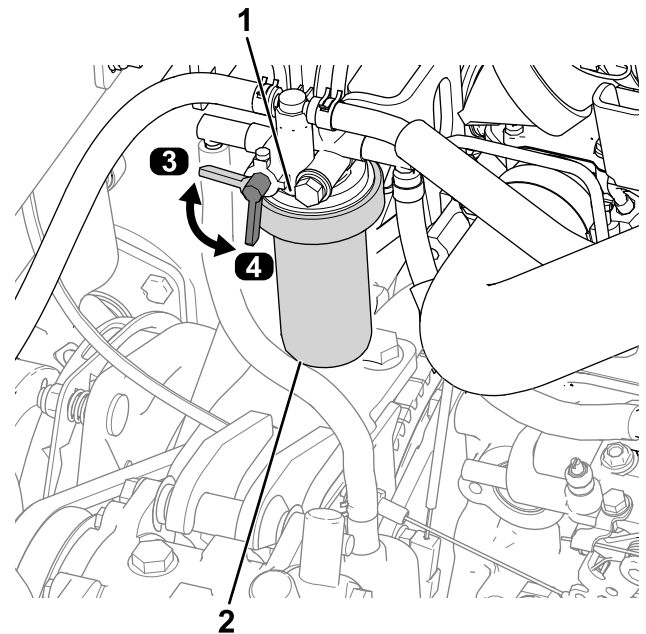

Bild 59
- Entfernen Sie den Filter und reinigen die Kontaktfläche (Bild 59).
- Drehen Sie den Kraftstoffhahn in die EIN-Stellung (Bild 59).
- Drehen Sie den Kraftstoffhahn in die AUS-Stellung (Bild 59).
- Reinigen Sie den Bereich um den Kraftstofffilterkopf (Bild 59).